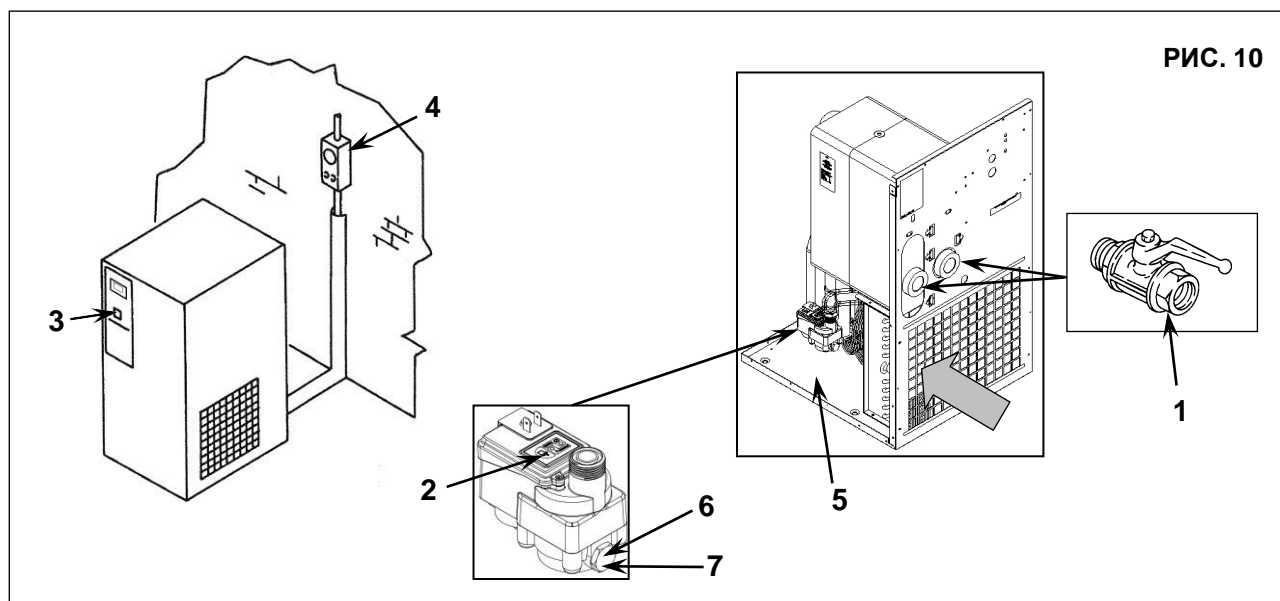

РИС. 10
15.2 ОЧИСТКА ФИЛЬТРА УСТРОЙСТВА АВТОМАТИЧЕСКОГО СЛИВА КОНДЕНСАТА (Рис. 10)
- Закройте кран, поз. 1, рис. 10
- Сбросьте давление в осушителе, нажав кнопку слива конденсата "TEST", расположенную на пароотделителе, поз. 2, рис. 10.
- Привести выключатель в положение «0», поз. 3 рис. 10
- Отключить питание с помощью рубильника, поз. 4 рис. 10.
15.3 ОЧИСТКА КОНДЕНСАТОРА (Рис. 10)
- Снимите панели, поз. 5, рис. 10
- Очистите ребра конденсатора, поз. 1, сжатым воздухом (Рис. 10). **НЕ ИСПОЛЬЗУЙТЕ ВОДУ И РАСТВОРИТЕЛИ**
- Установите панели, поз. 5, рис. 10